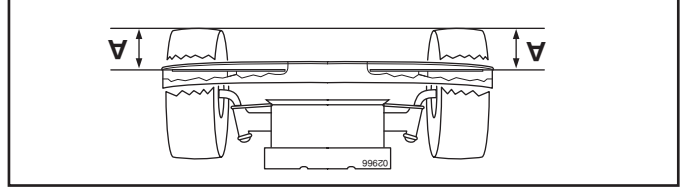

FIG. 30
- AJUSTEMENT LATÉRAL DE PRÉCISION (voir la Fig. 30) Assurez-vous que vos pneus sont adéquatement gonflés, puis stationnez le tracteur sur un terrain de niveau ou une entrée de cour.